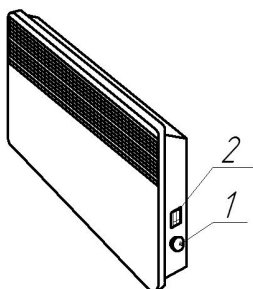

Рис.6 Розміщення органів керування конвекторів (IP20)
4.7 Переведіть клавішу вимикача (клавіші ступінчастого регулятора потужності) у відключене положення «0», ручку термостата встановіть в положення «*» (сполучіть знак «*» на ручці з міткою на корпусі конвектора або блоку керування). Конвектор готовий до роботи (розташування органів керування конвектором наведено на рис. 6, 7).